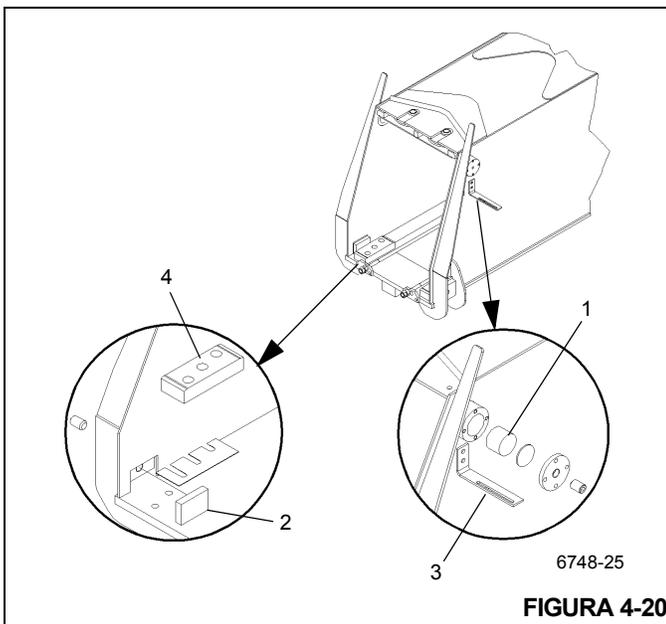

FIGURA 4-20
6. Remova os parafusos que fixam as placas de desgaste laterais superiores (Figura 4-20, 1) e inferiores (Figura 4-20, 2) na parte frontal da seção intermediária interna. Remova os calços e as placas de desgaste. Mantenha os calços com suas respectivas placas de desgaste para a reinstalação.
7. Remova a cantoneira de montagem da guia do cabo de montagem da RCL (Figura 4-20, 3) (apenas lado superior esquerdo).
8. Eleve a parte frontal do conjunto e remova os parafusos das placas de desgaste e as placas de desgaste (Figura 4-20, 4) da parte inferior da seção intermediária interna. (Figura 4-20)